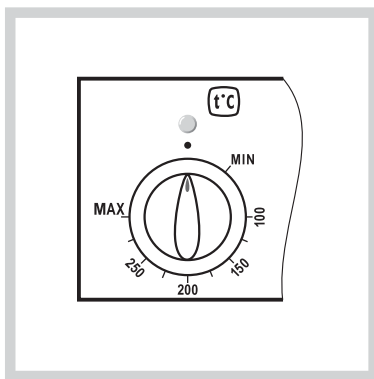

Рис.8
- ручкой терморегулятора (рис.8) задается температура нагрева духовки, которая поддерживается автоматически.